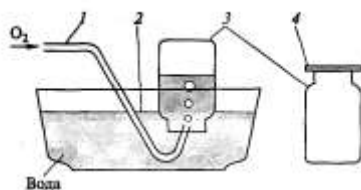

Рисунок 10. Заполнение склянок кислородом:
Заполните кислородом три склянки методом вытеснения воды (рисунок 10). Для этого вначале наполните склянку 3 водой до краев и закройте ее стеклянной пластинкой 4, затем переверните и погрузите в кристаллизатор 2 с водой. Далее, опустите газоотводную трубку 7 от газометра (баллона, кислородной подушки) в воду и отрегулируйте ток кислорода, чтобы можно было легко считать пузырьки газа. Заполните склянку кислородом, закройте ее под водой стеклянной пластинкой и выньте из воды. Прделайте следующие опыты.
2. Налейте в пробирку 2 мл раствора сульфида натрия и пропустите ток оксида углерода (IV). Для определения состава выделяющегося газа используйте узкие полоски фильтровальной бумаги (см. рисунок 10), смоченные растворами подкисленного перманганата калия и раствором ацетата свинца. Что наблюдаете? Напишите уравнения реакций.